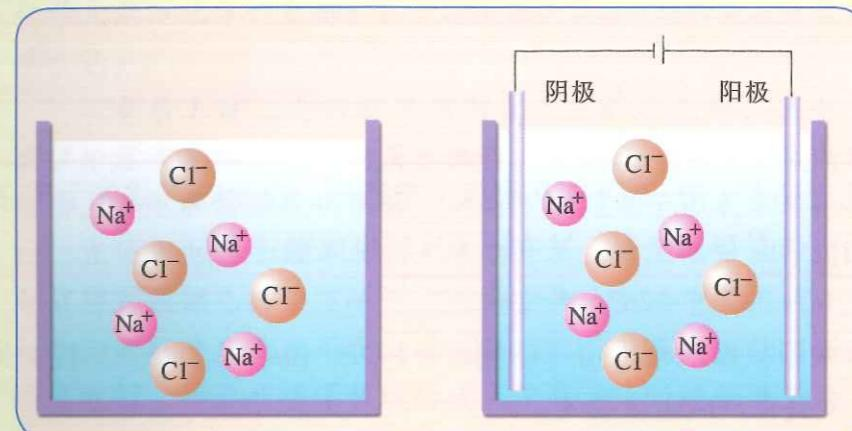

图 1-20 熔融态氯化钠通电前后离子的运动
1. 通电前(图1-20左图)和通电后(图1-20右图), 熔融态氯化钠中 Na^+ 和 Cl^- 的运动有何差异? 请在图1-20中用箭头示意 Na^+ 和 Cl^- 的运动情况。